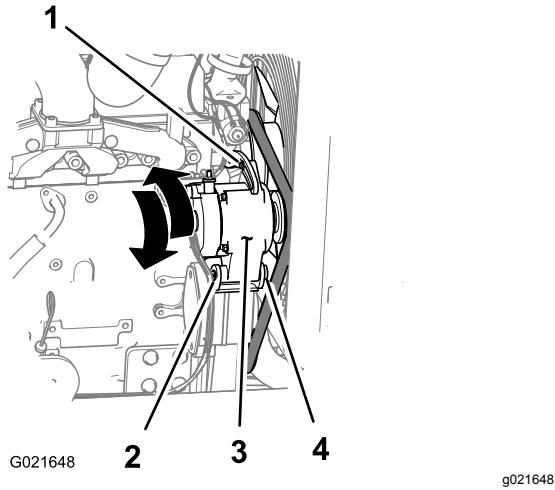

Figura 118
3. Afloje la tuerca y el perno del punto de pivot para el alternador (Figura 118).
4. Afloje el perno de ajuste del alternador (Figura 118).
5. Separe el alternador del motor para incrementar la tensión de la correa; acerque el alternador al motor para disminuir la tensión de la correa (Figura 118).
6. Apriete el perno de ajuste del alternador (Figura 118).
8. Si la tensión de la correa es correcta, apriete el perno y la tuerca en el punto de pivot del alternador (Figura 118); si no, repita los pasos 4 a 7.